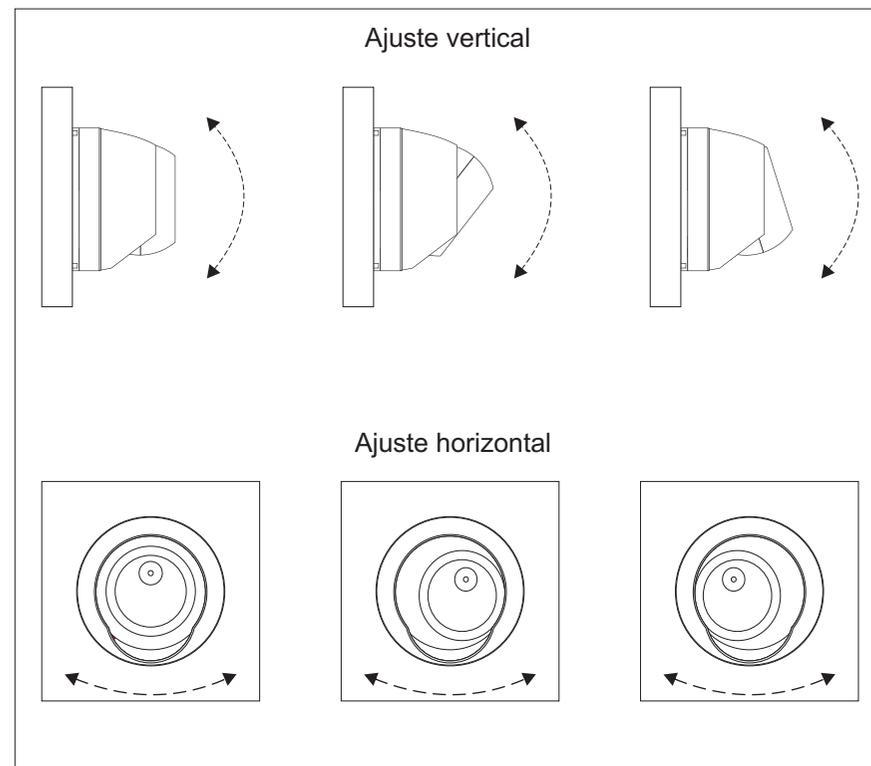

**Figura 3**
- Posicione a base na superfície desejada conforme mostrado na figura 3;